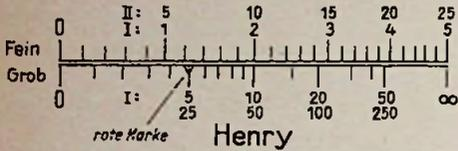

Bild 5. Skalenteilung des Anzeigeelements für Feinmessung (Spannungsmessbereich = ein Drittel der Meßspannung)
Nach Gleichung (4) ergibt sich, wie bereits erwähnt, für das Anzeigegerät eine Skalenteilung nach Bild 2; wenn sein Spannungsbereich  $6,3 \text{ V}$  beträgt. Verwendet man ein Anzeigegerät, das bereits bei  $2,1 \text{ V}$  Vollausschlag zeigt, so wird der Anfangsbereich  $(0...0,5) L_n$  über die ganze Skalenzahl ausgenutzt (Bild 5; obere Skala). Durch diese einfache Maßnahme erreicht man eine weitgehende Skalennearisierung und eine beträchtliche Erhöhung der Ablesegenauigkeit. Allerdings besteht in diesem Falle, wenn  $L_x > 0,5 L_n$  ist, die Gefahr einer Meßwerküberlastung; dies ist insbesondere bei offenen  $L_x$ -Klemmen der Fall. Die Überlastung läßt sich aber dadurch vermeiden, daß man die  $L_x$ -Klemmen, wenn kein Meßobjekt angeschlossen ist, automatisch kurzschließt (Schaltbuchse) und einen Spannungsmesser mit zwei Meßbereichen ( $2,1$  und  $6,3 \text{ V}$ ) verwendet, dessen kleinerer Bereich durch Drücken einer Taste eingeschaltet wird. Bei nicht gedrückter Taste ist der große, bis  $L_x = \infty$  reichende Meßbereich (Grobereich) wirksam. Auf die Taste darf nur dann gedrückt werden, wenn beim Grobmeßbereich der Zeigerausschlag höchstens ein Drittel der Skalenzahl beträgt. Dieser Punkt des Grobmeßbereiches wird vorteilhafterweise durch eine rote Strichmarke gekennzeichnet.